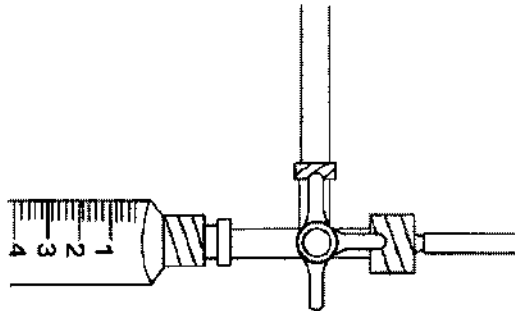

Figura A-3
2. Gire la llave de paso para conectar el manómetro a la válvula y al dispositivo SIPHONGUARD (figura A-3).